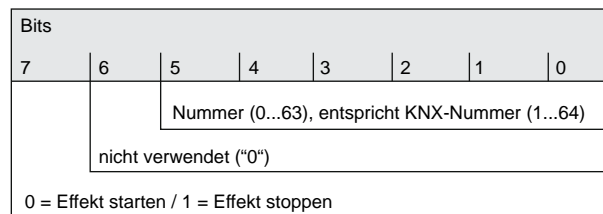

Bild 58: Struktur des Objektwerts für die Effekt-Nebenstelle
Der Aufbau des Telegrammwerts für die Effekt-Nebenstelle orientiert sich am KNX DPT 18.001, der auch bei der Szenen-Nebenstelle verwendet wird (Bild 58).
- i** Es ist zu beachten, dass der Objektwert des Nebenstelleneingangs gemäß KNX DPT 18.001 stets um "1" geringer ist, als die parametrierbare KNX-Nummer (Bild 58).